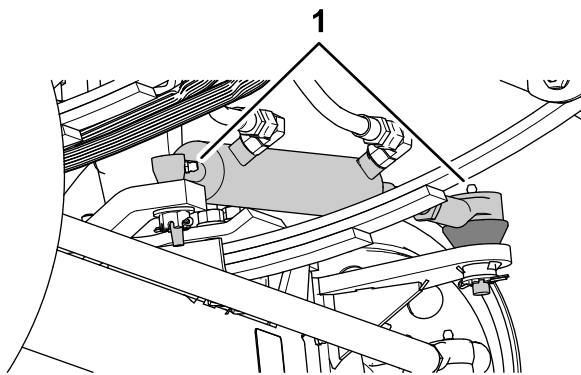
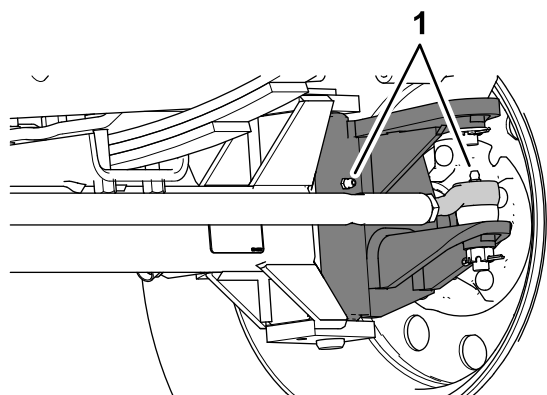

図 67
図 68
1. グリスフィッティングをウェスできれいに拭く 図 67 と 図 68。
2. グリスフィッティングにグリスを注入する 図 67 と 図 68。
注 グリスアップ箇所を 図 67 に示します。